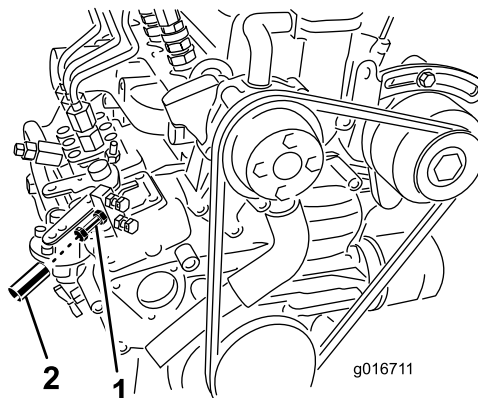

図 5
3. タコメータを見ながら、エンジンについているスロットル調整ねじ 図 5 を使って、エンジンの最高回転数を 3,200 rpm にセットし、調整ねじについているジャムナットを締め付ける。